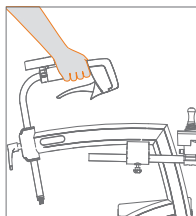

Abbildung 26: Fahren.
- a. Legen Sie beim Gehen die Finger locker um die Griffe (**Abbildung 26**). Sie können sie auch um die Handbremsen legen, wobei der Daumen an der Innenseite des Griffs liegt.